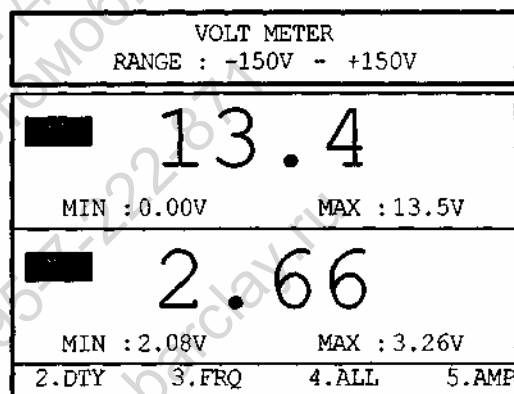

Рис. 4-2. Вольтметр
- 1) Как показано на рис. 4-2 большие цифры в центре дисплея обозначают напряжение.